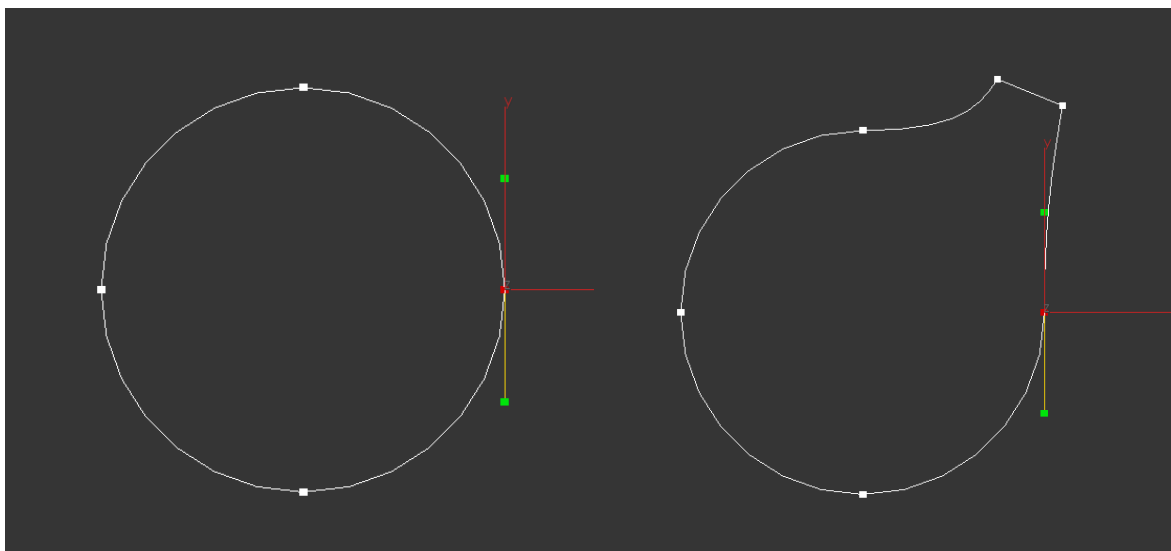

Рисунок 69 – Добавление точек с помощью команды Вставить
- **Вставить (Insert)** – данная команда в отличие от предыдущей команды при щелчке по отрезку представляет пользователю возможность выбрать позицию новой точки (рис. 69). При этом необходимо учитывать, что новые точки реализуются на сетке мировых координат, что может в некоторых случаях приводить к нежелательным деформациям сплайна.